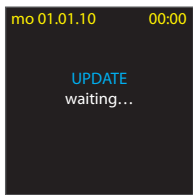

fig. 2
- Îndepărtați bateriile din telecomanda RF Pilot. Înainte de reinserarea bateriilor, este necesar să apăsați butonul cruce de pe fața telecomenzii, simultan în direcțiile sus și stânga. Înserați bateriile în timp ce mențineți apăsat butonul central. Telecomanda se comută în regimul de actualizare (vezi fig. 2) și, așteaptă începerea comunicării.